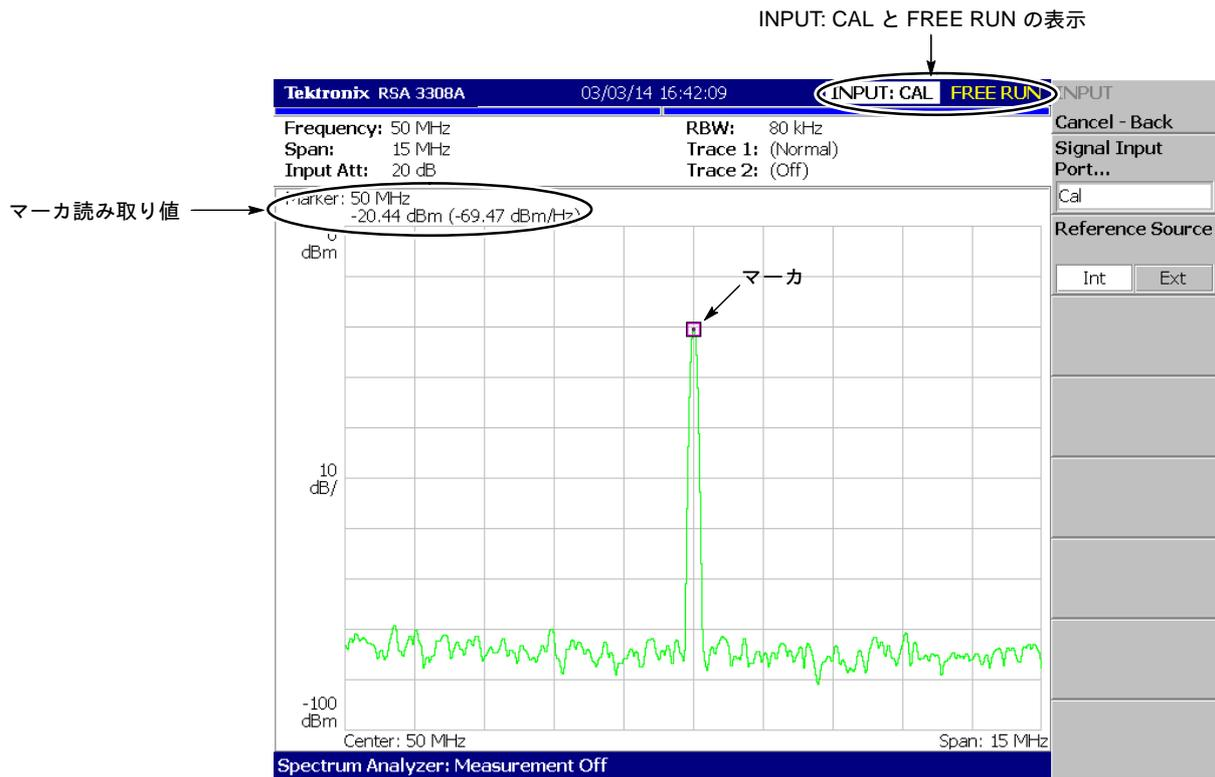

図 1-13 : 校正信号 (50MHz、約 -20dBm) のスペクトラム表示
(図 1-13)
- b. 画面上のマーカの読み取り値が、周波数 50MHz、振幅約 -20dBm であることを確認します（前ページ、図 1-13）。
- d. 画面右上に PAUSE が表示されることを確認します (図 1-13)。